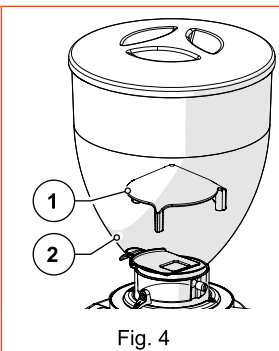

Fig. 4
- **Noodpaddenstoelknop op vultrechter koffiebonen (Fig. 4)**